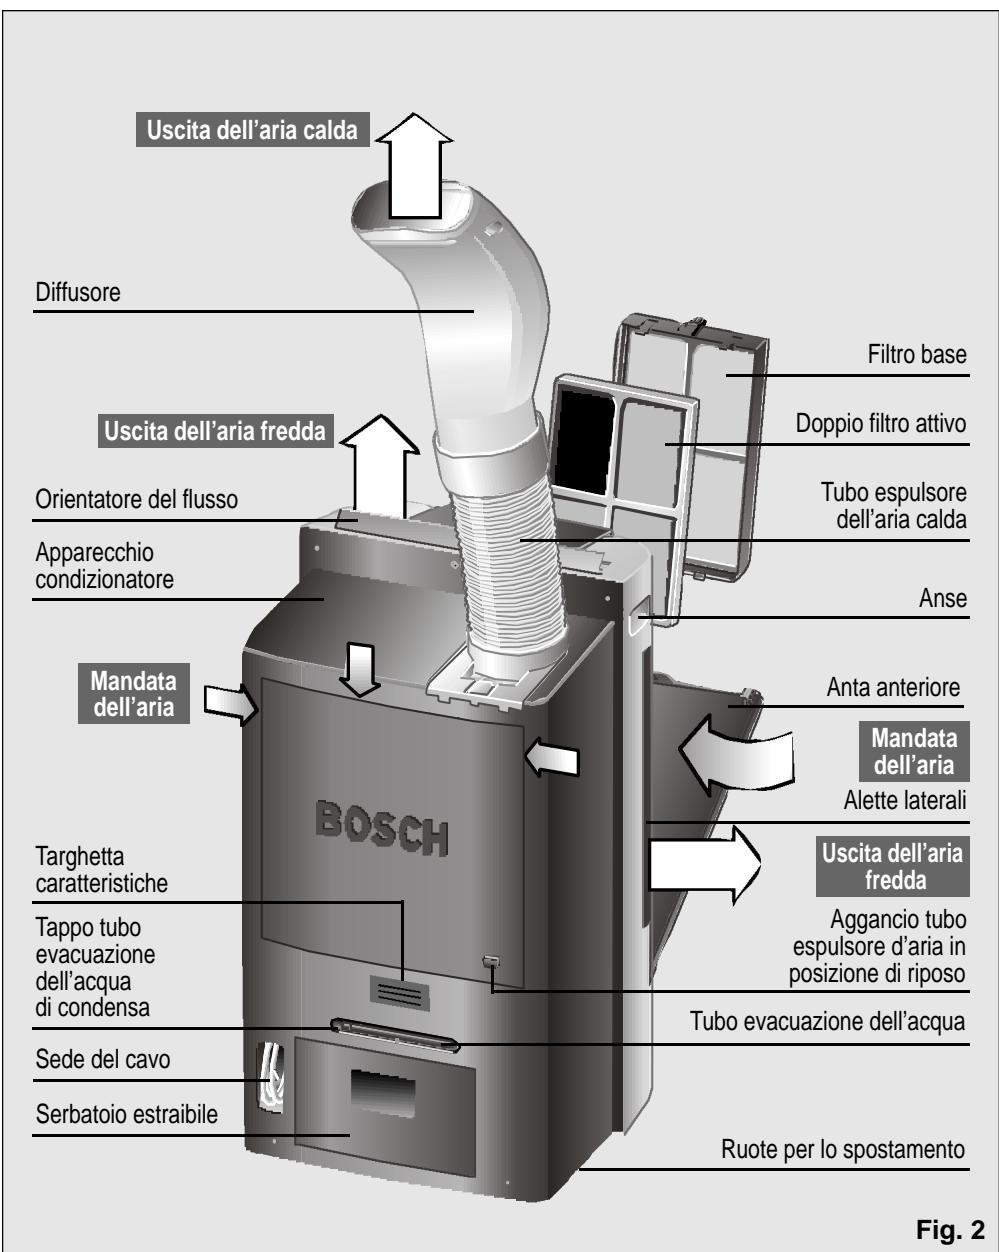

Fig. 2
Als u de hulp van de Servicedienst inroeft, geef dan het typenummer (**E-nummer**) en het serienummer (**FD-nummer**) op. U vindt deze gegevens op het typeplaatje op het apparaat, **Fig. 2.**
- Il cavo di collegamento alla rete elettrica è munito di una sede nel fianco posteriore dell'apparecchio. Vedasi Fig. 2.